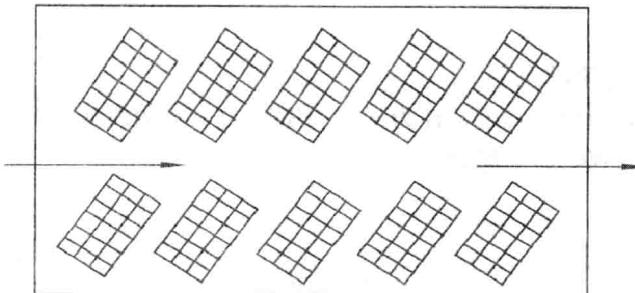

图 1-6 货垛（架）倾斜式布局
1) 货垛（架）倾斜式布局（见图 1-6）是横列式布局的变形，是为了便于叉车作业、缩小的回转角度、提高作业效率而采用的布局方式。